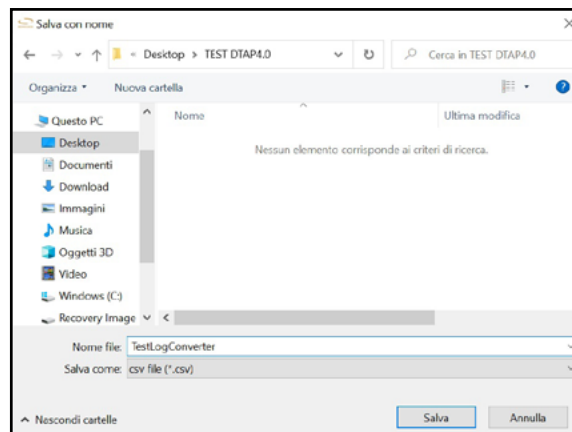

ABB. 12
- Wählen Sie den entsprechenden Ordner (Abb. 12) und geben Sie den Namen des LOG files an, welches konvertiert wurde (.csv)
- Drücken Sie den Button SAVE (Abb. 12)